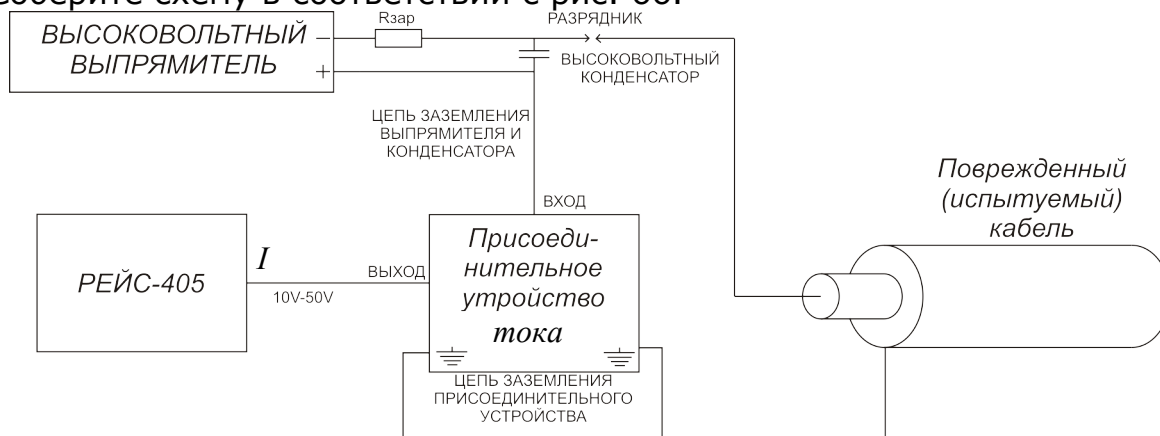

Рис. 66
Соберите схему в соответствии с рис. 66.
- ⌚ правильность собранной схемы согласно рис. 66.